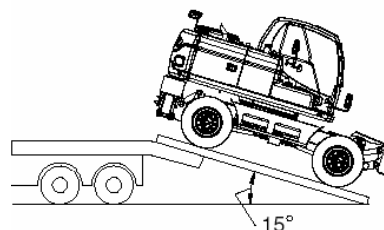

Figura 4
5. La unidad no necesita desmontaje para transporte normal en la ruta. Si se deben quitar el aguilón y el brazo, el contrapeso colocará más peso a la parte trasera de la máquina. Asegúrese de apoyar la excavadora en el remolque de manera que el extremo de contrapeso de la excavadora se ubique sobre la rampa primero. (Figura 4).